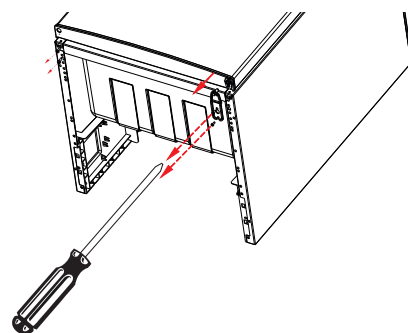

Abb. 2
- ▶ Drehen Sie die beiden Halterungsschrauben des unteren Scharniers mit Hilfe eines Kreuzschlitzschraubendrehers heraus und entfernen Sie das Scharnier vom Kühlschrankgehäuse (Abb. 2).